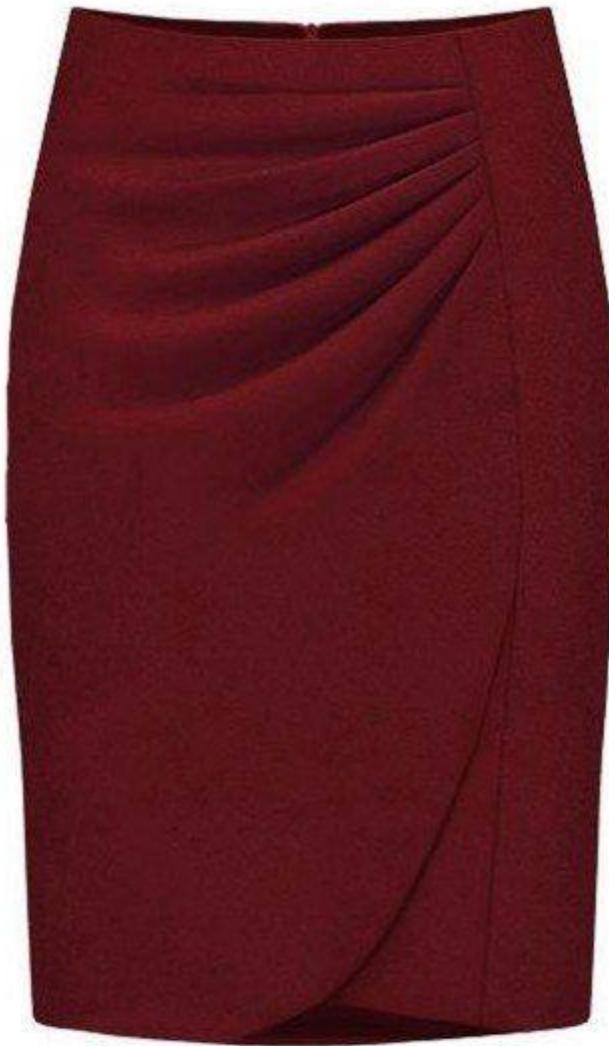

Figura 34- Modelo de Saia Drapeada
14.7.3 - Saia Com Transpasse Drapeado (FIGURA 34)